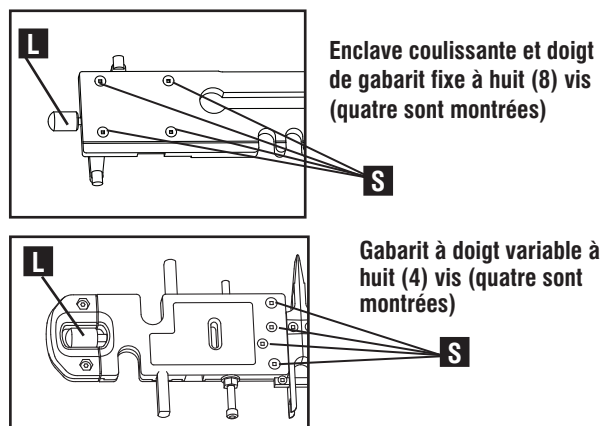
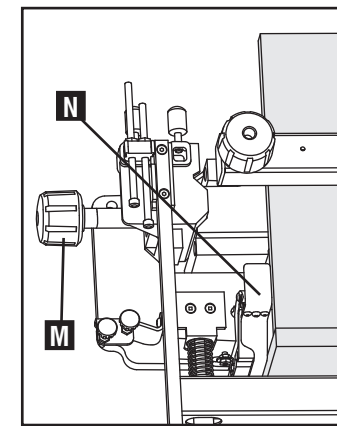
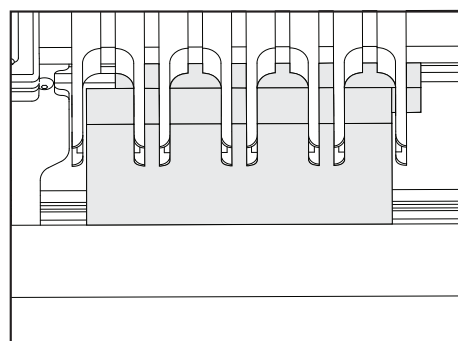

Fig. C8
Fig. C9
Fig. C9A
1. Dévissez (ne pas enlever) les vis à tête carrée sur les deux côtés du gabarit. Voir les exemples de vis à tête carrée (S) à l'fig. C8.
2. Dévissez les vis à tête moletée (L) aux deux extrémités du gabarit.
3. Glissez le gabarit sur les barres, abaissez celles-ci puis poussez-le fermement vers le bas sur les butées et dans la pièce de travail. Serrez les boutons de verrouillage de la tige de montage du gabarit (M) Fig. C9.
Les guides des rebords (dont l'un est montré en (N), Fig. C9), vous sont fournis afin de vous aider à aligner adéquatement les côtés du bois. Lorsqu'une pièce de bois est montée verticalement ou horizontalement dans le rabot du gabarit de montage, elle doit affleurer parfaitement le guide indiqué.
Il arrive que pour certains joints, les pièces de bois ont besoin d'être alignées, comme indiqué dans l'fig. C9. Pour d'autres, les pièces doivent être montées séparément, comme indiqué dans l'fig. C9A. Suivez les instructions de montage spécifiques à chaque joint.